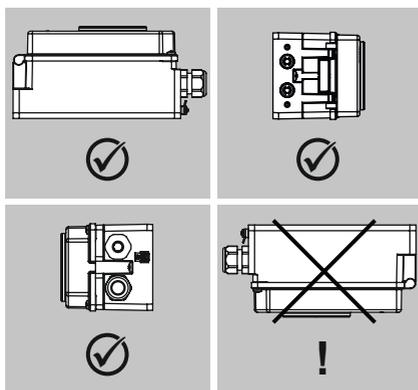

Bild 5-2: Zulässige Einbaulagen
- Einbaulage beachten (vgl. Bild 5-2).